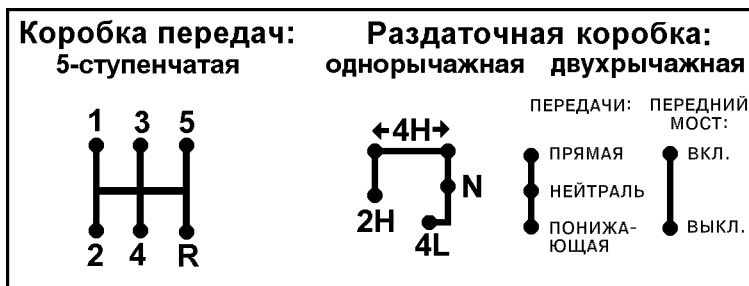

Рис. 3.4. Положения рычагов коробки переключения передач и раздаточной коробки:
двухрычажной раздаточной коробки (положения рычагов см. на рис. 3.4);
**19 -рычаг переключения передач** (положения рычагов см. на рукоятке рычага переключения передач и на рис. 3.4).